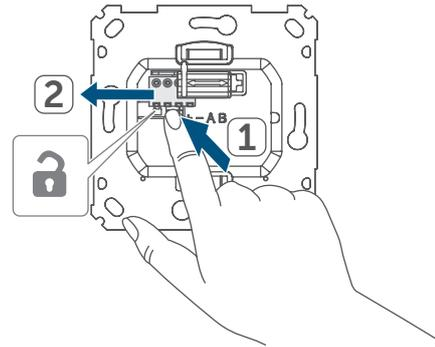

Abbildung 15
- Halten Sie die Systemtaste für 4 s gedrückt Abb. 15.